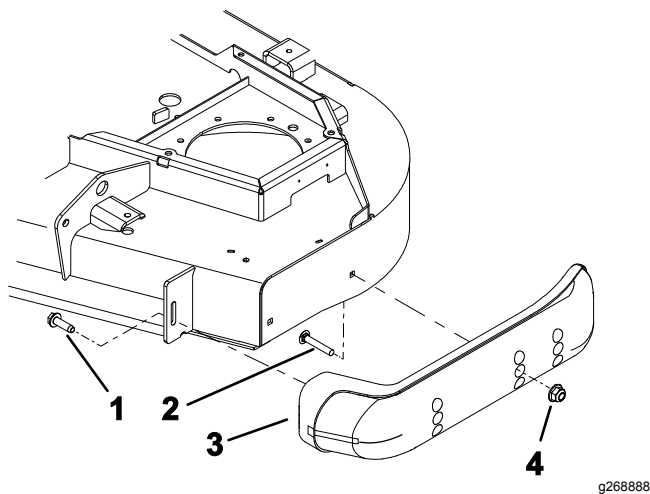

Figura 12
3. Allentate la vite davanti a ciascun pattino (Figura 12).
5. Spostate i pattini nella posizione opportuna e fissateli con i bulloni a testa flangiata e i dadi (Figura 12).